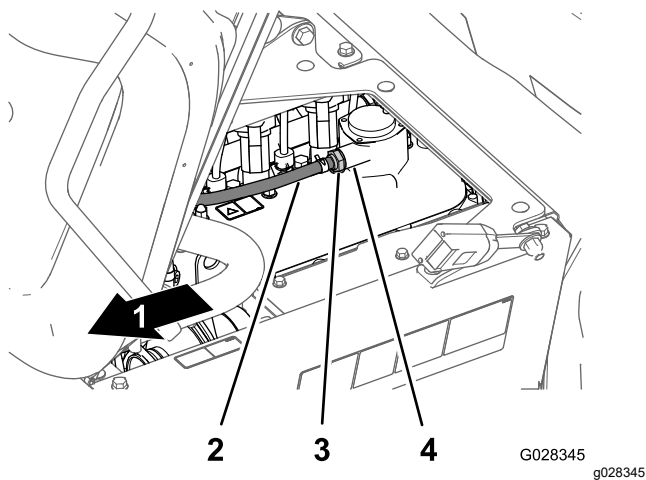

図 76
2. バルブカバーのフィッティングからPCVバルブを取り外す 図 76。
注 バルブ内部にあるレストリクタがカラカラと音を立てる場合は継続使用可能。バルブを振っても中から音がしない場合はPCVを交換する 図 76。
4. バルブカバーのフィッティングの一番奥までPCVバルブを押し込む 図 76。